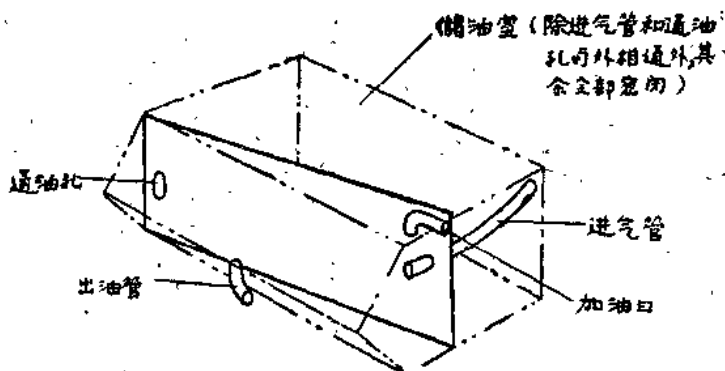

图 7 等压式油箱的结构
4. 等压式油箱（如图7）。最近有些特技模型飞机上采用竞速模型飞机上用的等压式油箱。有关原理，可参看“线操纵竞速模型飞机”一书。